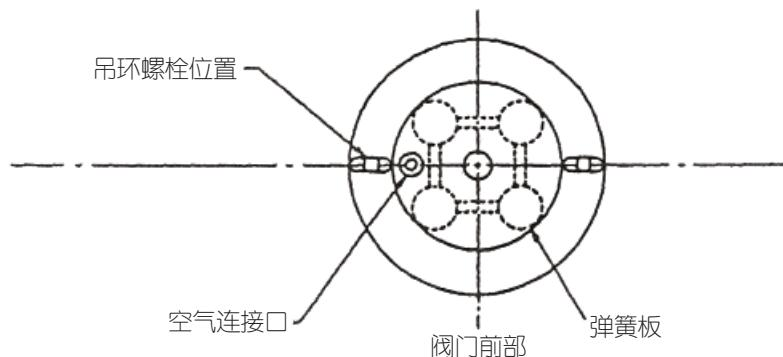

图 7.1. 正作用执行机构
- (1) 将轴承（以及防尘圈）固定在阀支架上。利用 4 个 M10 螺栓将下膜盒固定在阀支架上。
- (2) 固定弹簧板（参见图 7.1），在弹簧板上设弹簧。
- (3) 将轴承插入连杆，膜片必须定在连杆上。执行此操作，注意不要损坏轴承和连杆螺纹部分的防尘密封。（例如，使用乙烯基胶带包住螺纹部分。）
- (4) 放好上膜盒并使用吊环螺栓将其固定。
- 有关空气连接端口的位置，请参见图 7.1。
- (5) 使用吊环螺栓以外的其他螺栓夹紧上、下膜盒。
- (6) 安装阀杆连接。
- (7) 使气管与上片膜盒的空气连接口连接。
- (8) 完成上述步骤后，对执行机构（未安装在阀体上的独立元件）进行以下检查：